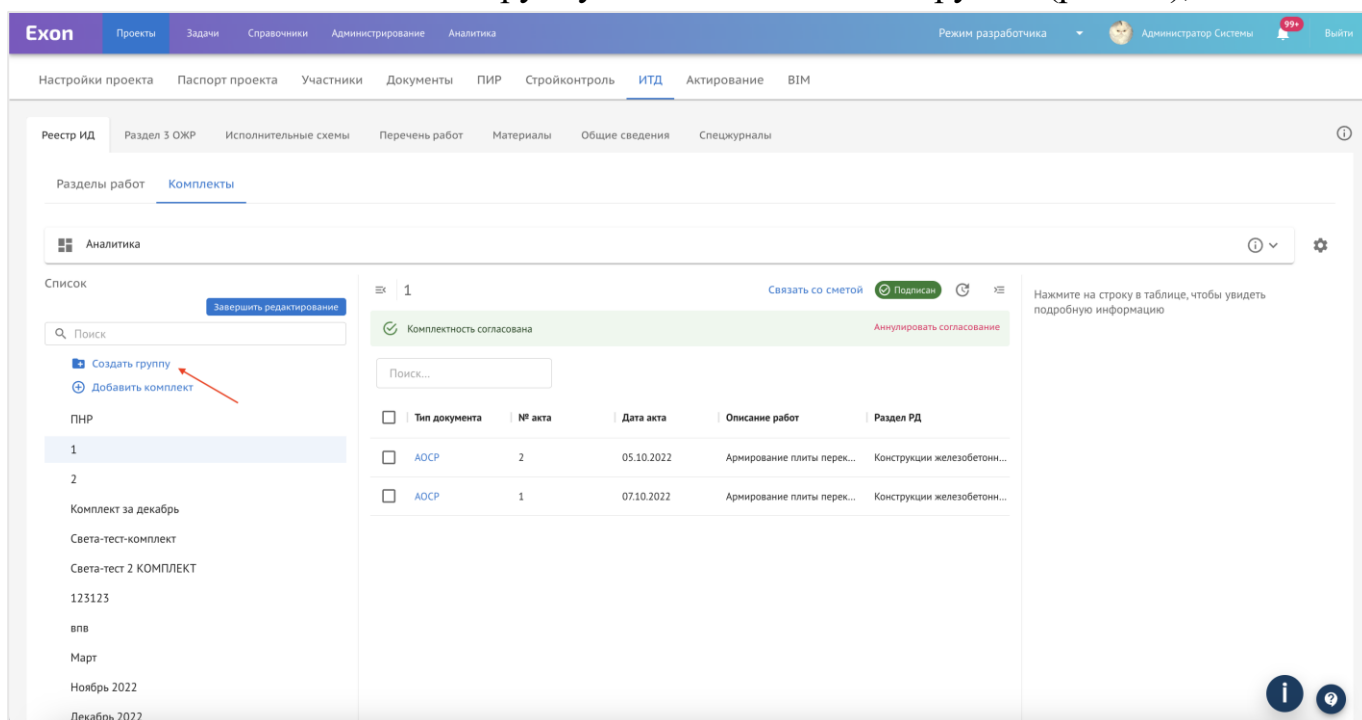

Рис. 87 – Добавление группы Комплектов
2. После – «Создать группу» и ввести название группы (рис. 87);